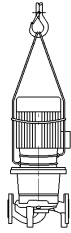

Fig. 5: Fastsättning av transportlinor
- Transportöglor kan skruvas fast i gänghålerna som sitter på motorn. Dessa är endast till för att rikta lasten (fig. 5).